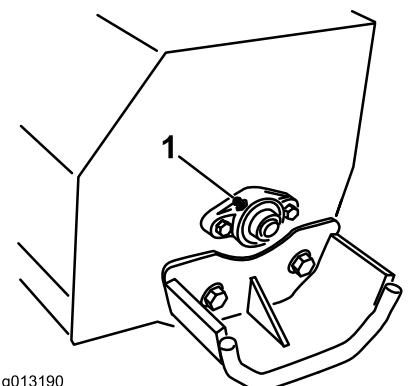

Bild 6
- Reinigen Sie den Schmiernippel mit einem Lappen (Bild 6).